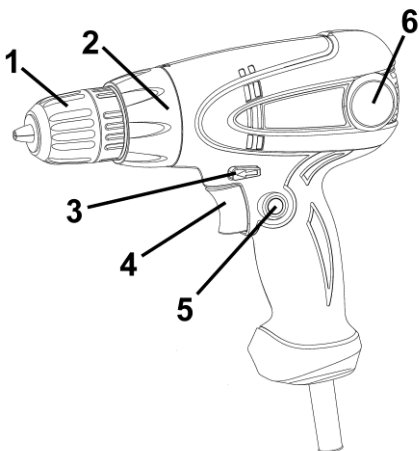

Рисунок 1
5.1 Установите необходимый крутящий момент с помощью кольца регулятора момента затяжки (2) (см. рисунок 1).
5.3 Для включения изделия нажмите на курок выключателя (4) (рисунок 1). Для отключения изделия следует курок отпустить. Регулировка скорости вращения патрона осуществляется степенью нажатия на клавишу выключателя.